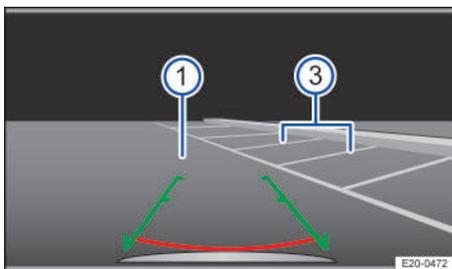

Fig. 111 Visualización en la pantalla del sistema de infotainment: dirigirse hacia el hueco de aparcamiento seleccionado.
3. Retroceda lentamente a la vez que gira el volante de manera que las líneas laterales se introduzcan en el hueco de aparcamiento seleccionado ②. Las líneas tienen que coincidir con las líneas de delimitación laterales → fig. 111 ③.